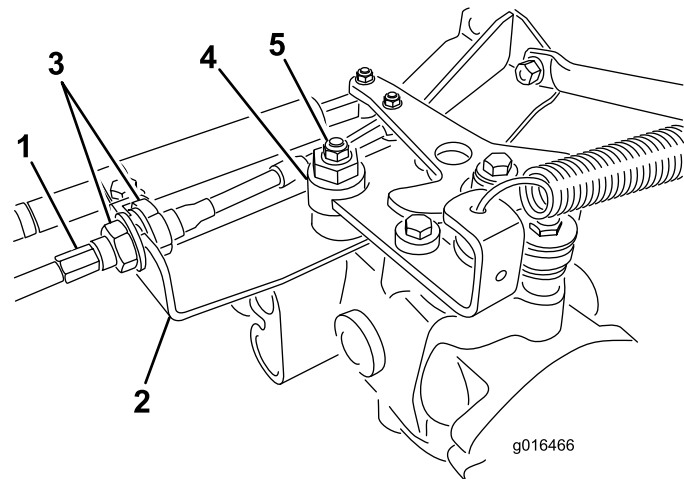

图39
- A. 松开将驱动控制拉线固定至静液压装置隔板上的两个锁紧螺母 图39。确保锁紧螺母的松动程度相同并足以进行调节。
注意 松开将偏心螺栓固定到静液压泵顶部的螺母 图39。
- E. 当轮子停止旋转时、旋紧螺母、锁定偏心螺栓和调整 (图39)。
- G. 从隔板的两侧均匀拧紧锁紧螺母将驱动拉线固定到隔板上 图39。切勿让拉线缠绕在一起。